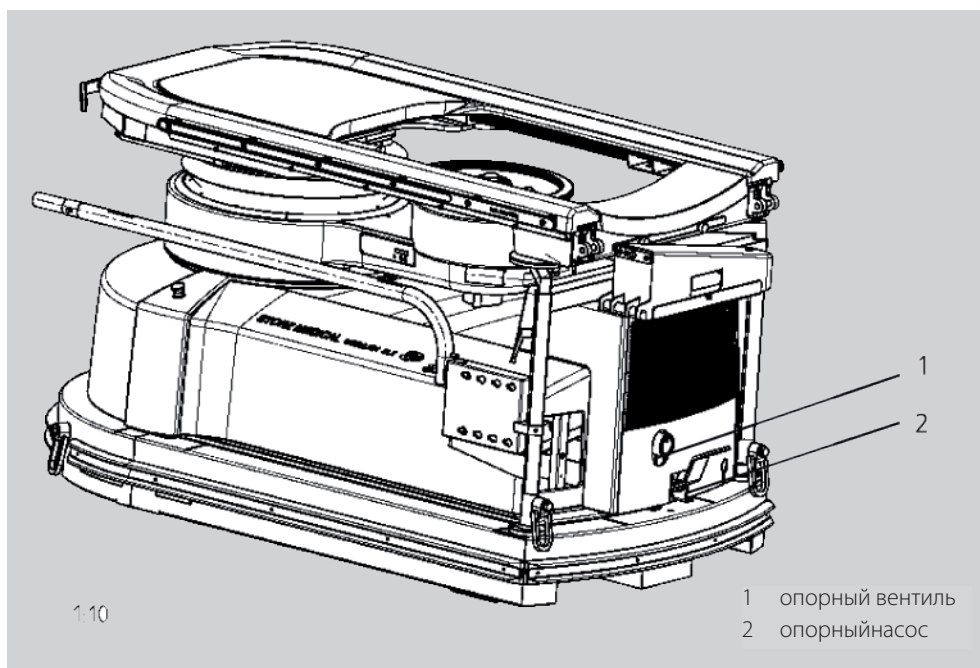

Рис. 13-16 Опорный вентиль и педаль подпорного насоса
- Чтобы опустить полустационарный литотриптер МОДУЛИТ SLX-F2, повернуть опорный вентиль (Рис. 13-16/1) в положение ▼.
- Повернуть опорный вентиль в позицию Р и запустить насос (Рис. 13-16/2), пока опоры не выровняют МОДУЛИТ SLX-F2.